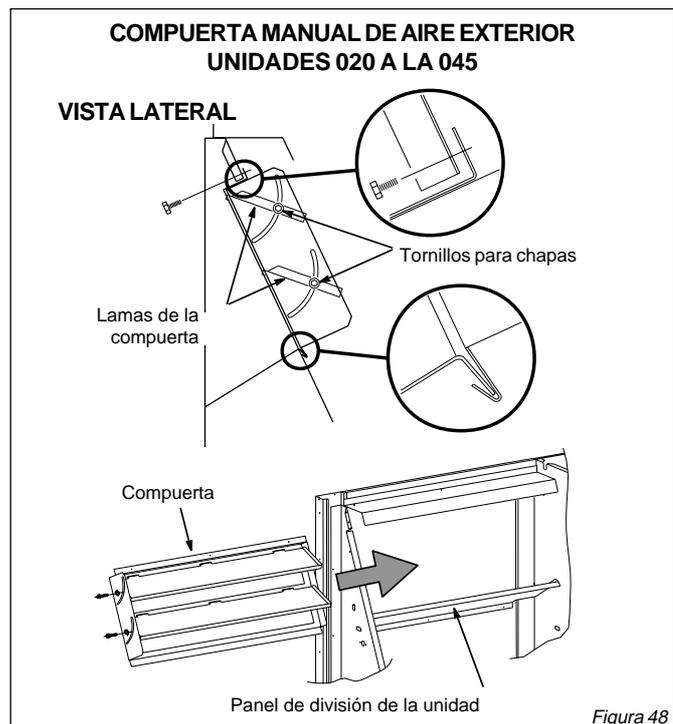

Figura 48
3. Alinee la compuerta tal como se indica en la figura 48 y deslícela en la unidad.
5. Afloje los tornillos para chapa en la placa del extremo de la compuerta. Ajuste hasta el punto deseado y refuerce los tornillos (vea la figura 48).